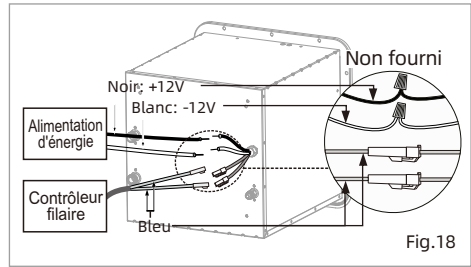

Fig.18
2. Branchez les fils d'alimentation (à l'arrière du chauffe-eau le fil blanc et le fil noir) à une source d'alimentation nominale appropriée de courant continu de 12 V. (Fig.18)
3. Branchez les fils de la commande murale (deux fils bleus sur l'appareil). (Fig.18)